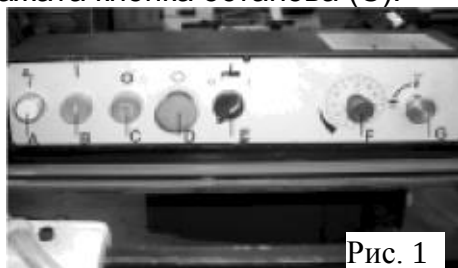

Рис. 1
2. Станок запускается нажатием кнопки пуска (B) (см. Рис. 1). Он будет работать до тех пор, пока пильная рама не окажется в нижнем положении в конце хода реза или не будет нажата кнопка останова (C).